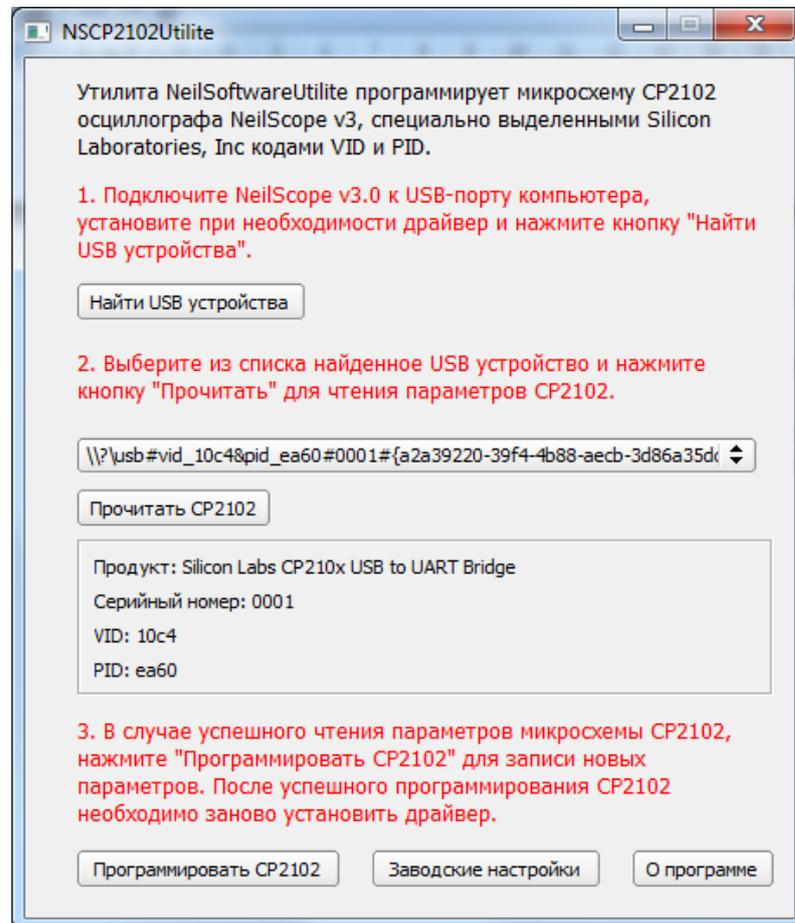

Рис.12 Окно утилиты NSCP2102Utilite
15. Загрузить и запустить программу «NSCP2102Utilite». Нажать кнопку «Найти USB устройства». Выбрать из выпадающего списка найденную микросхему CP2102 и нажать кнопку «Прочитать CP2102». Программа отобразит текущие настройки микросхемы CP2102 (Рис.12).